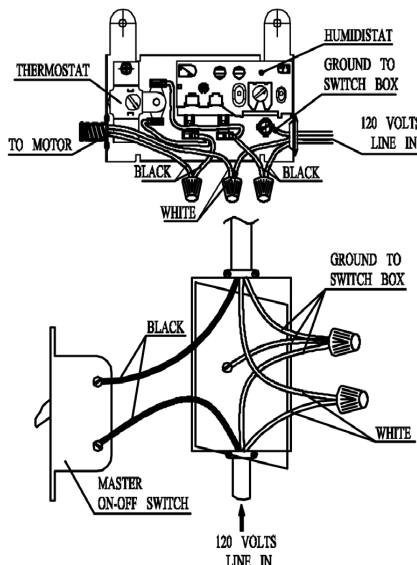
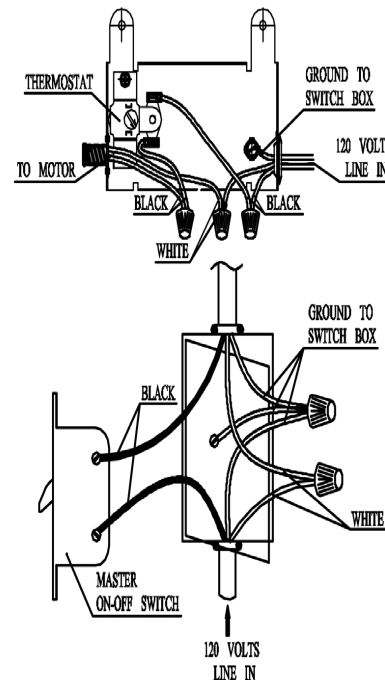

Figure 9 – Diagramme de câblage pour le raccordement de fil 10W195/ 10W198/ 10W199/ 10W201
Figure 10 – Diagramme de câblage pour le raccordement de fil 10W196 et 10W197
8. Connecter le câble métallique Noire et Blanc en dehors de la boîte de commande aux lignes électriques commandées par un interrupteur principal "Marche/Arrêt" suivant les indications du diagramme de câblage dans la figure 9 pour 10W193 et 10W194. Fig.10 pour 10W195, 10W196, 10W197, 10W198, 10W199 et 10W201.